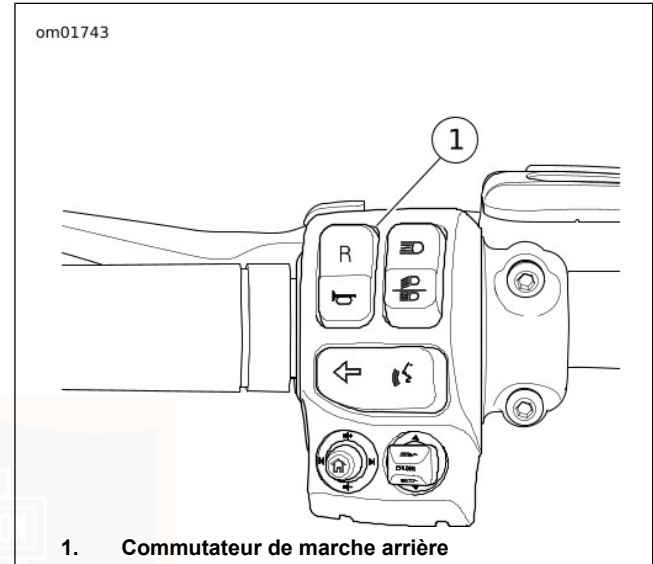

Figure 12. Commandes de marche arrière
2. Voir Figure 12. Avec le véhicule en marche et au point mort, maintenir enfoncé le commutateur de marche arrière des commandes de gauche jusqu'à ce que le voyant de marche arrière s'allume. Voir Figure 6. Sur les modèles FLHTCUTG, le voyant du compte-tours indique que la marche arrière est engagée. Voir Figure 7. Sur les modèles FLRT, le voyant de l'indicateur de vitesse indique que la marche arrière est engagée. Relâcher le commutateur de marche arrière. Le voyant de point mort s'éteint lorsque le voyant de marche arrière s'allume.